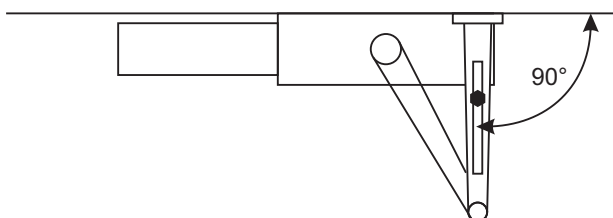

Рисунок 3
3. Закрепите болтом из комплекта крепежа нерегулируемую часть рычага на теле доводчика. Далее закрепите тело доводчика шурупами (или винтами) из комплекта крепежа. Закрепите регулируемую часть рычага шурупами (или винтами) из комплекта. Выберите длину регулируемого рычага таким образом, чтобы после соединения, регулируемая часть была перпендикулярна дверной коробке и зафиксируйте рычаг винтом (рисунок 3). Зафиксируйте обе части рычага винтом.